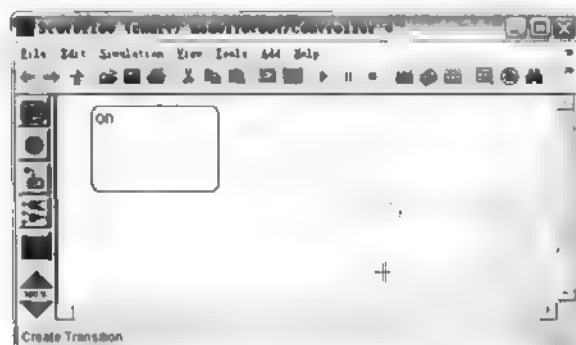

图 16.18 绘制迁移光标形状
- ① 将光标移至 off 状态方框的左边界，如图 16.18 所示。